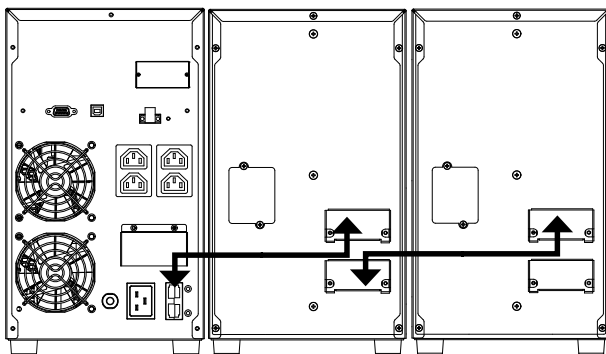

Fig. 8. Connexion avec modules de batteries.
- La connexion du module de batteries à l'onduleur est effectuée au moyen d'un câble muni de connecteurs polarisés aux deux extrémités, qui est fourni avec le premier. Branchez le connecteur de l'une des extrémités du câble au connecteur correspondant du SPS ADVANCE T et celui de l'autre extrémité à celui du module de batteries (voir Fig. 8). De même, vous pouvez également brancher des modules de batteries en parallèle car chaque module est pourvu de deux connecteurs.
- La Fig. 8 montre, à titre d'exemple, la connexion d'un équipement de 3 kVA, avec deux modules de batteries. Pour un plus grand nombre, opérez d'une manière similaire à celles de l'illustration.